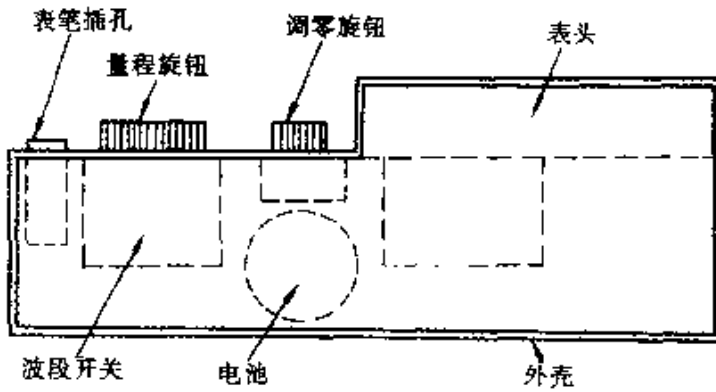

图 4-12
① 万用表表壳内各部件的位置如图 4-12 所示。电池为一节 5 号电池,可自制一个小电池盒。按照电路图,用绝缘导线